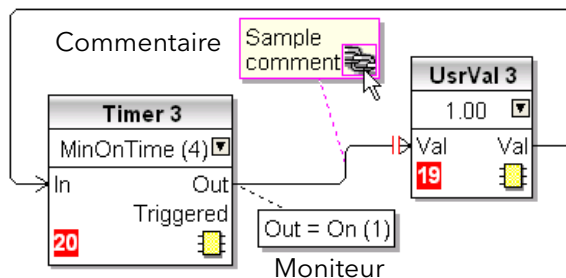

Figure 7.3.2f Apparence de la boîte de commentaire et de moniteur
Les commentaires peuvent être reliés aux blocs fonctions et aux connexions en cliquant sur l'icône représentant une chaîne dans le coin inférieur droit de la boîte de commentaire, puis en cliquant de nouveau sur la connexion ou le bloc en question. Une ligne en pointillé est tracée jusqu'en haut du bloc ou jusqu'au segment de connexion sélectionné (figure 7.3.2f).
**Remarque :** une fois le commentaire relié, l'icône représentant une chaîne disparaît. Elle réapparaît lorsque le curseur de la souris survole le coin inférieur droit de la boîte du commentaire, comme le montre la figure 7.3.2f ci-dessous.